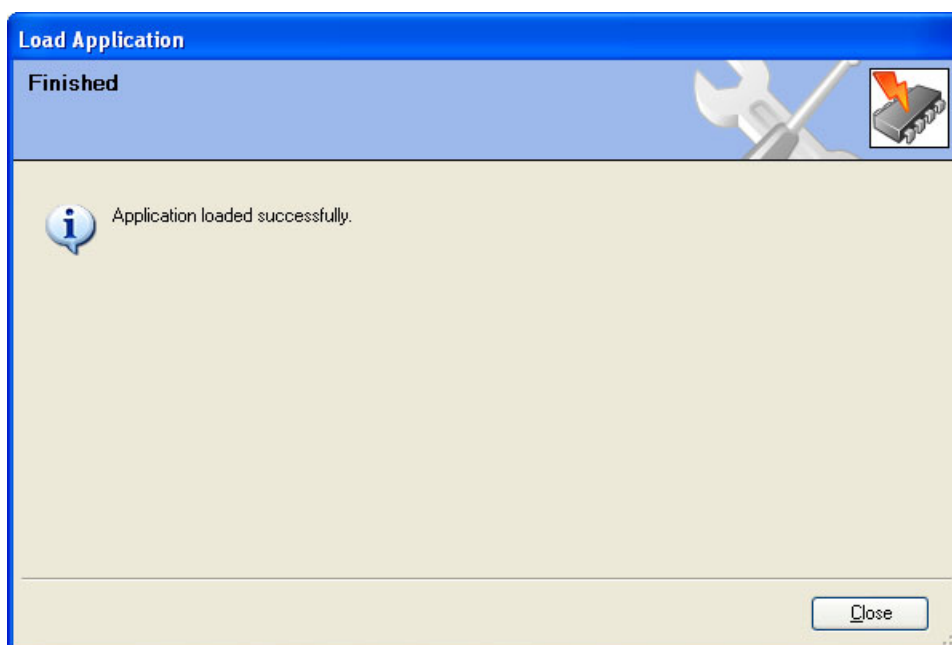

図 B-9. アプリケーションアップグレードの成功
9. アプリケーションソフトウェアのアップグレードが正常に完了したことが図B-9に表示されます。ソフトウェアアプリケーションのアップロードが成功したら、[Close(閉じる)]を押して続行します。